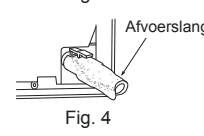

Fig. 4
- 5) Duw de afvoerslang helemaal in de afvoeropening aan de rechterachterkant van de binnenunit. (Fig. 4)
- 6) Steek de afvoerslang door huls (C) in het muurgat, en haak het bovendee van de binnenunit vast op de installatieplaat (1). Verplaats de binnenunit vervolgens helemaal naar links zodat de leidingen makkelijker achter in de unit kunnen worden geplaatst.